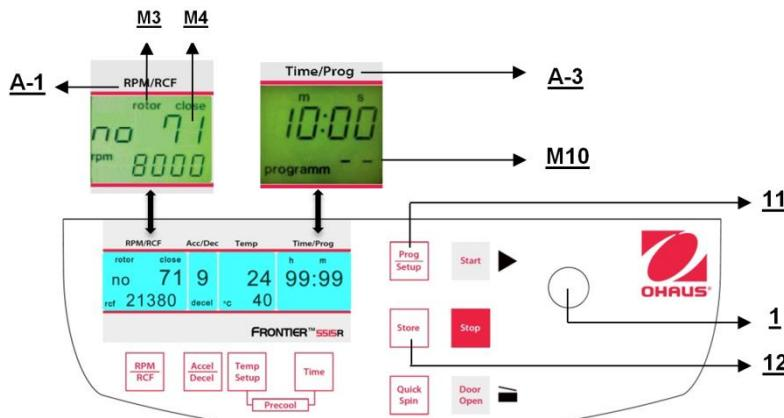

Figure. 25
Pour rappeler des programmes mémorisés, appuyer sur la touche "Prog/Setup" (11) (voir la figure 25) alors que le couvercle est déjà fermé. Sur l'affichage "Time/Prog" (A-3), le mot "programm -"(M10) apparaît. Le numéro de programme désiré peut être présélectionné avec le bouton de réglage (1).
Pour quitter le mode de programmation, appuyer simplement sur la touche "Prog/Setup" (11) (voir la figure 25). Sur l'affichage "Time/Prog", le mot "programm" apparaîtra. Régler l'affichage sur "programm--" (M10) avec le bouton de réglage (1).